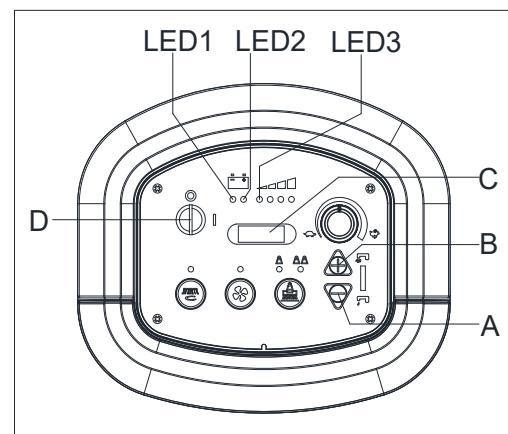

Рисунок 4.2
1. Нажмите обе кнопки (A, Рисунок 4.2) и (B) одновременно. Вставьте ключ зажигания (D) и включите питание. Через 0.5 секунд войдите в режим настройки батареи. Во время настройки загорится светодиодный дисплей (C). Отпустите кнопки.
2. Режим может переключаться с 0 до 5 нажатием кнопки (B) или переключением с 5 до 0 нажатием кнопки (A). После завершения настройки режима батареи выключите питание (D) и новая настройка режима батареи может автоматически сохраниться.